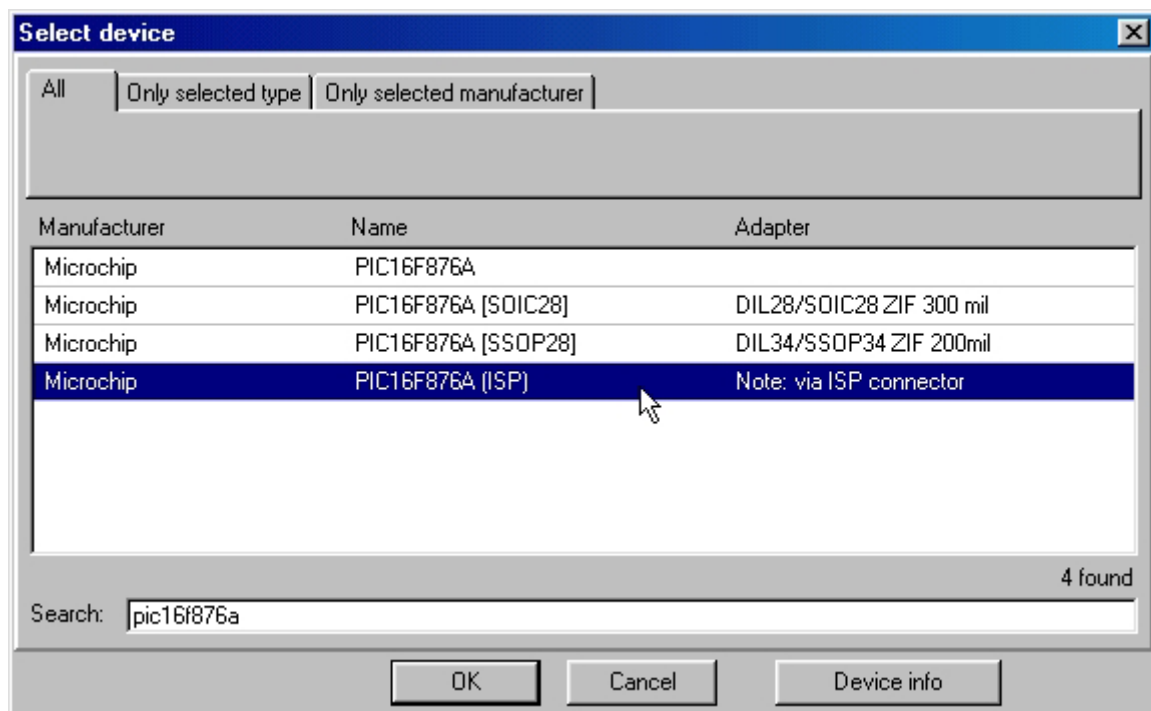

FIGURA 11: SCELTA DEL DISPOSITIVO CON PG4U
- B) Inserire il Mini Modulo da programmare nello zoccolo ZC1 del **grifo**® GMM PIC-PR e abbassare la levetta, quindi selezionare la CPU del Mini Modulo tramite il menu Device | Select device (fare riferimento al manuale del Mini Modulo per identificare la CPU, nella figura 11 viene selezionata a titolo di esempio la CPU della GMM 876). **NOTA: Scegliere sempre la voce che indica come adapter "via ISP connector".**